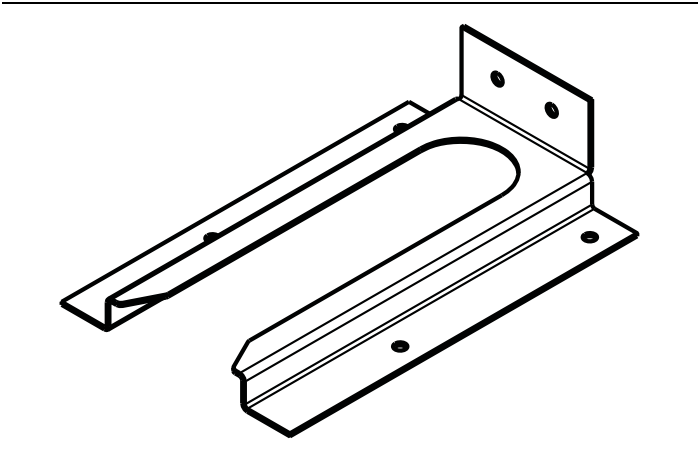
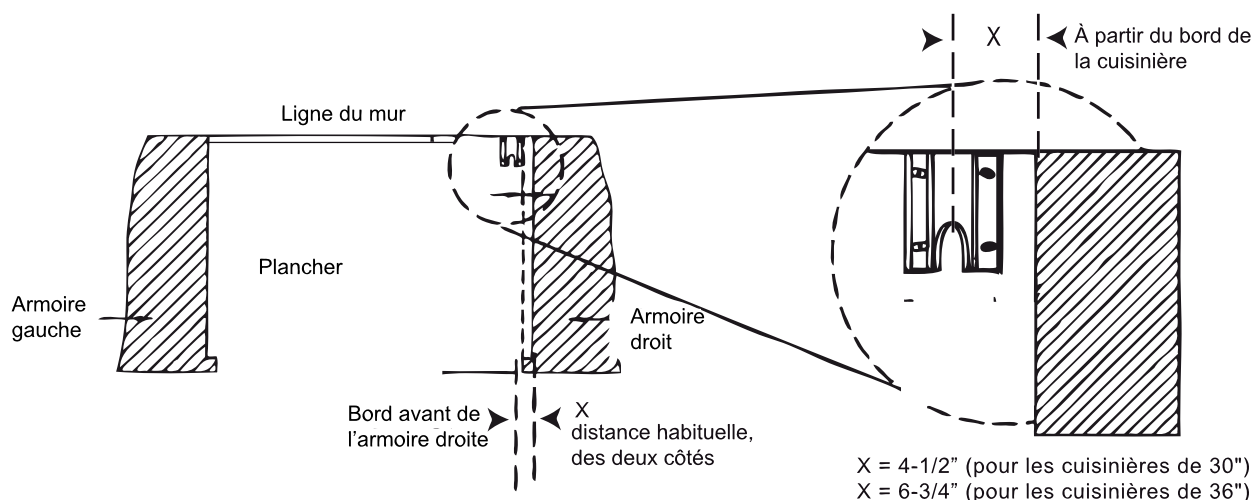

Figure 6 : Patte antibasculé
Figure 7 : Mise en place de la patte antibascul (vue du haut)
Pour toutes les cuisinières à combustion jumelée de 30 po et 36 po (Figure 6 et Figure 7)
1. Placez la patte sur l'emplacement comme indiqué à la Figure 7 (la patte peut être utilisée dans un des coins de l'installation).